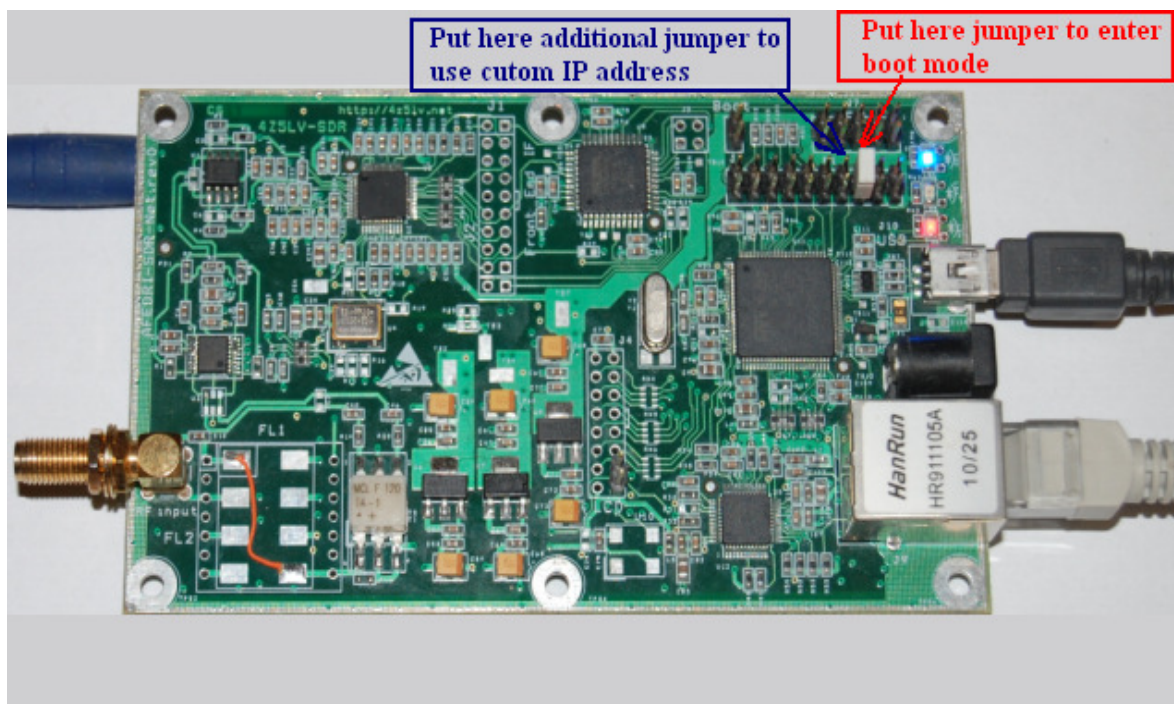

Figure 7 Установка перемычки для переключения AFEDRI SDR-Net в режим обновления прошивки процессора (firmware)
3.1.4. Стартуем утилиту tftpd32.exe, копия экрана утилиты после загрузки показана на рисунке **Figure.7** (с комментариями о необходимых действиях пользователя)